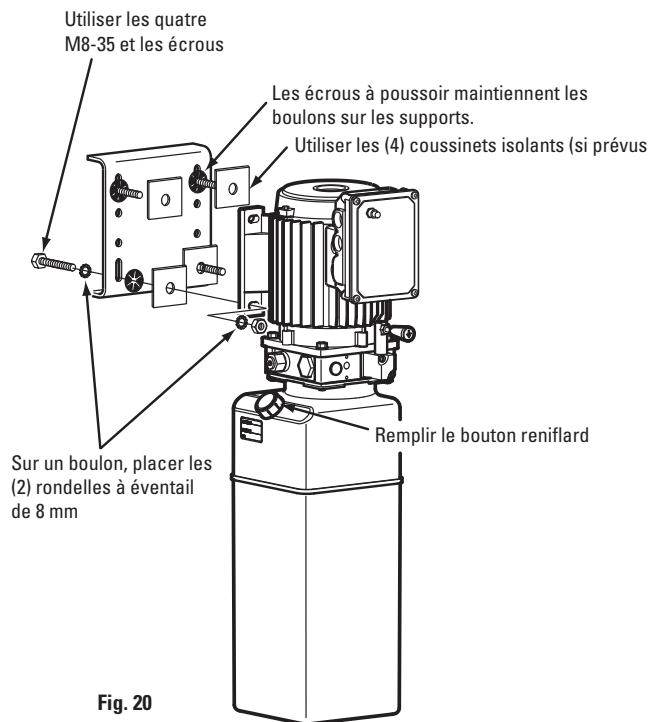
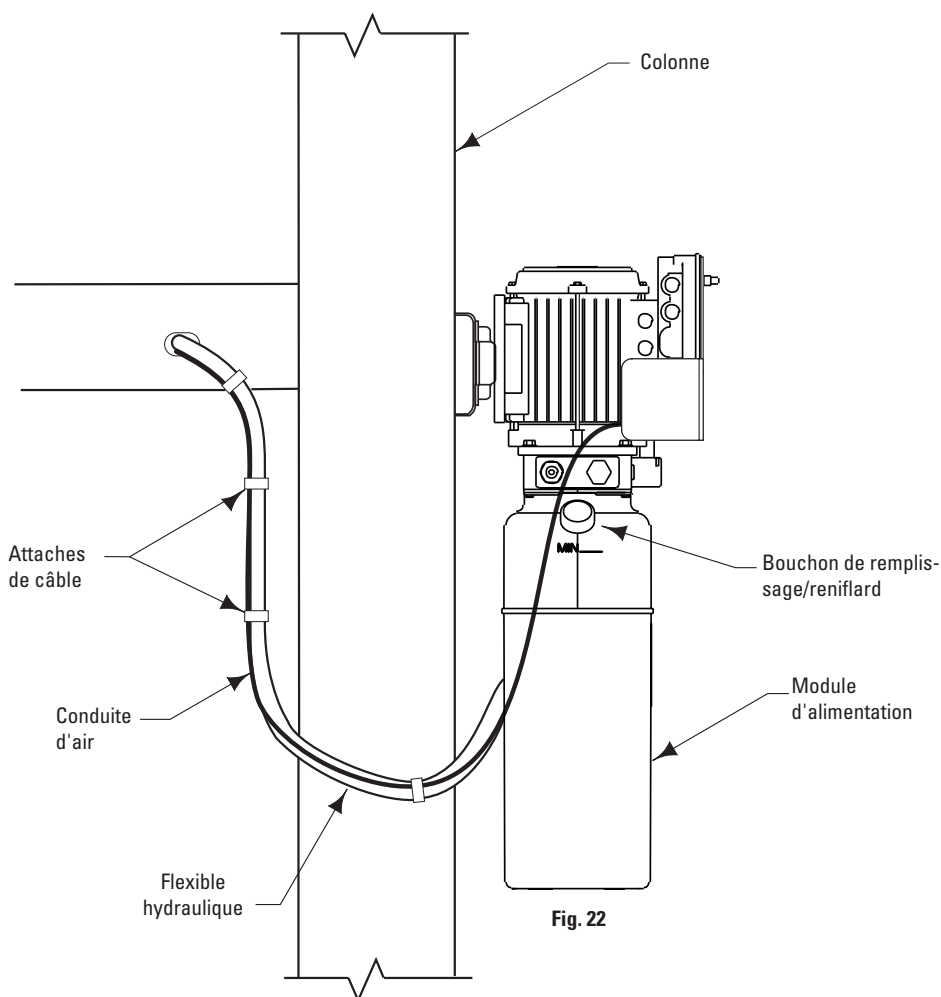

Fig. 20
Fig. 22
- A. Insérer les (4) boulons à tête hexagonale M8-35 dans les trous de support des colonnes à l'aide des boulons à pression pour les maintenir en place.
- B. Monter le module d'alimentation, moteur vers le haut, sur les supports de colonne, puis installer les rondelles de blocage et les écrous, Fig. 20. Faire passer le flexible hydraulique depuis le chemin de roulement par la fente sur le côté du chemin de roulement vers le port de sortie du module d'alimentation, Fig. 22. N'utiliser aucun ruban en téflon sur les raccords de flexible hydraulique.
- D. Faire passer le flexible hydraulique depuis le chemin de roulement par la fente sur le côté du chemin de roulement vers le coude, Fig. 22. N'utiliser aucun ruban en téflon sur les raccords de flexible hydraulique. Nettoyer le coude et le flexible. Inspecter tous les filets pour la présence de dommage et les extrémités de flexible pour s'assurer qu'ils sont sertis. Fixer le flexible au coude en suivant la procédure de serrage des raccords évasés.
- 17. Remplissage d'huile :** utiliser de la Dexron III ATF, un fluide hydraulique qui satisfait aux spécifications de la norme ISO 32. La capacité du système est de quatorze (14) pintes. Utiliser de la ATF Dexron III ou son équivalent. Abaisser le pont élévateur à la position complètement abaissée. Retirer le bouton de remplissage/reniflard, Fig. 22. Remplir jusqu'à la ligne de remplissage minimum sur le réservoir, remettre le bouchon.
20 Purge : le pont élévateur doit être complètement abaissé avant de changer ou d'ajouter du liquide. Lever et abaisser le pont-élévateur six fois. Ce vérin est à purge automatique. Après la purge du circuit, le niveau de fluide dans le réservoir du module d'alimentation peut être en panne. Ajouter de l'huile hydraulique ATF ou ISO32 le cas échéant, en suivant les consignes décrites à l'Étape 16. Pour l'essai de la pression, faire fonctionner le pont élévateur à plein régime et le moteur pendant environ 5 secondes. Arrêter, puis vérifier tous les raccords et les flexibles. Serrer ou remettre le joint d'étanchéité, le cas échéant. Abaisser le pont élévateur. Si le bouton de remplissage/reniflard, Fig. 22, est perdu ou cassé, commander une pièce de rechange.